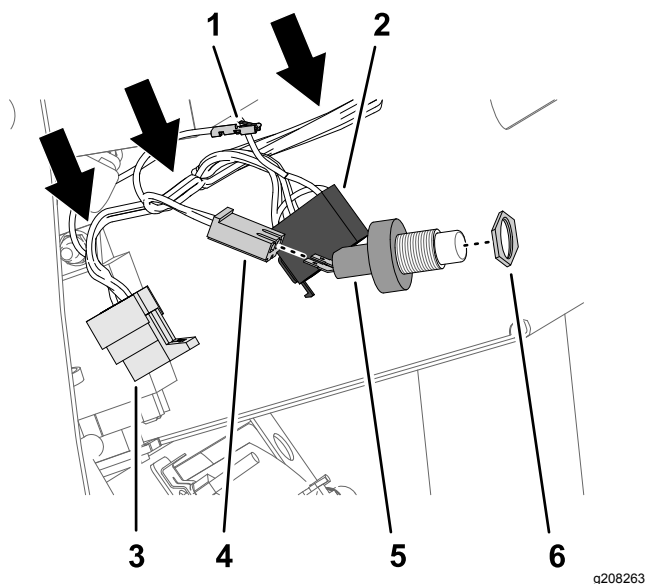

Figura 25
- Localice los 3 conectores del extremo de la rama de 108 cm del arnés de cables del kit (Figura 25).
- Enrosque la contratuera (5/8'') en las roscas del interruptor del claxon (Figura 25).
- Enchufe los dos terminales planos del interruptor del claxon en el conector hembra de 2 vías de la rama de 108 cm del arnés de cables del kit (Figura 25).